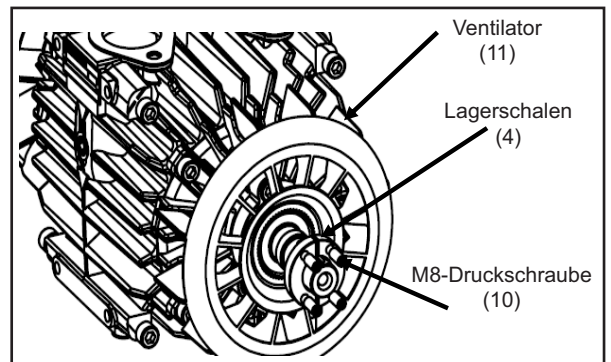

Abb. 28
6. Die Ventilatoren (11) und die Lagerschalen (4) mit den M8-Druckschrauben (10) befestigen. Mit Loctite® * 243 einschmieren. Die Druckschrauben mit einer Spannkraft von 10 N.m festziehen ; siehe Abb. 28.